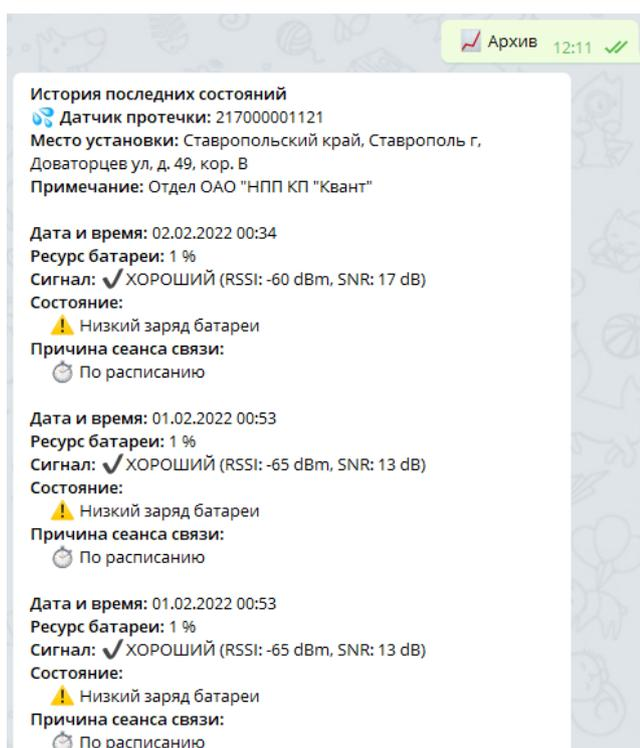

Рисунок 27 – Обращение к кнопке-команде «Архив» и отображение данных
– **Архив** – отображение истории последних пяти состояний устройства (*Рисунок 27*);